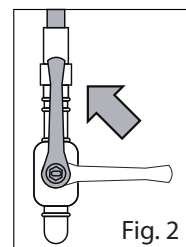

Fig. 2
- ouvrir le robinet d'interception en amont de l'équipement (Fig. 2) ;
- Remonter la vis avec rondelle d'étanchéité gaz dans l'emplacement, ouvrir le robinet d'interception en amont de l'équipement (Fig. 2) et vérifier en allumant le brûleur qu'il n'y ait pas de pertes de gaz.